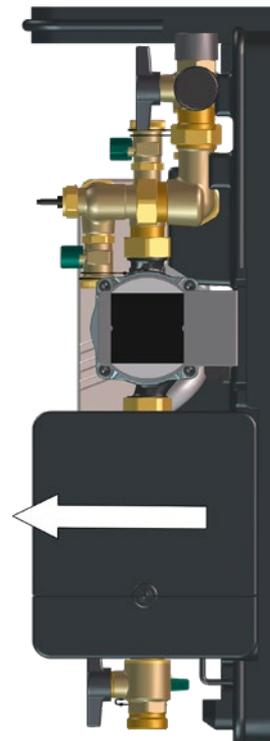

Fig. 20: Retrait du régulateur de la coque inférieure
- 1 Retirer avec précaution le régulateur de la coque inférieure comme illustré sur la Fig. 20 en page 27.
- 11 Remettre le régulateur en place de la position de montage à la position de fonctionnement (voir Fig. 20 en page 27).